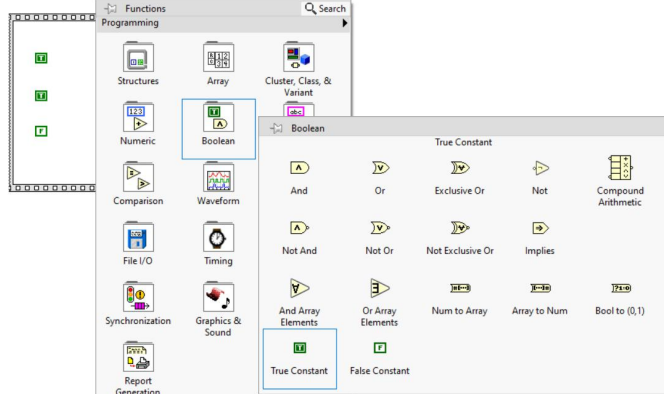

Fig. 4 "Boolean/True Constant"
- Empezamos con el Frame cero, agregando los controladores, dentro del el, clic secundario/Boolean/True Constant, agregamos 6 en total, 3 para cada semáforo. (Fig. 4)